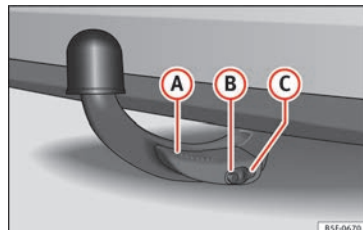

Abb. 229 Ordnungsgemäß befestigter abnehmbarer Kugelkopf
- Der Hebel **A** » **Abb. 229** ist vollständig angehoben.
- Der Entriegelungsbolzen **B** » **Abb. 229** steht komplett heraus (sein rot-grüner Teil ist sichtbar).
- Die Abdeckung **C** » Abb. 229 sitzt auf dem Schloss.